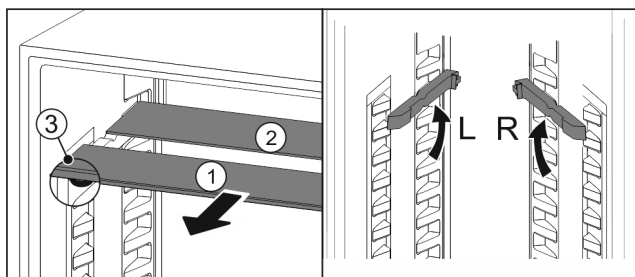

Fig. 211
- Skleněné desky jednotlivě vytáhněte dopředu Fig. 211 (1).
- Skleněná deska Fig. 211 (1) s ozdobnou lištou leží vpředu.
- Zarážky Fig. 211 (3) směřují dolů.